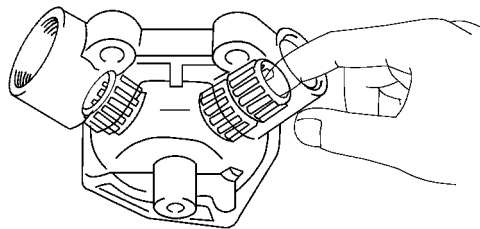

图 16-89 检查滚针轴承
- (1) 检查 1 号和 2 号锥齿轮。检查齿轮的齿是否磨损或损坏。
- (2) 检查滚针轴承。检查轴承转动是否平稳且无不正常的噪声，检查其接触面是否磨损或损坏，如图 16-89 所示。